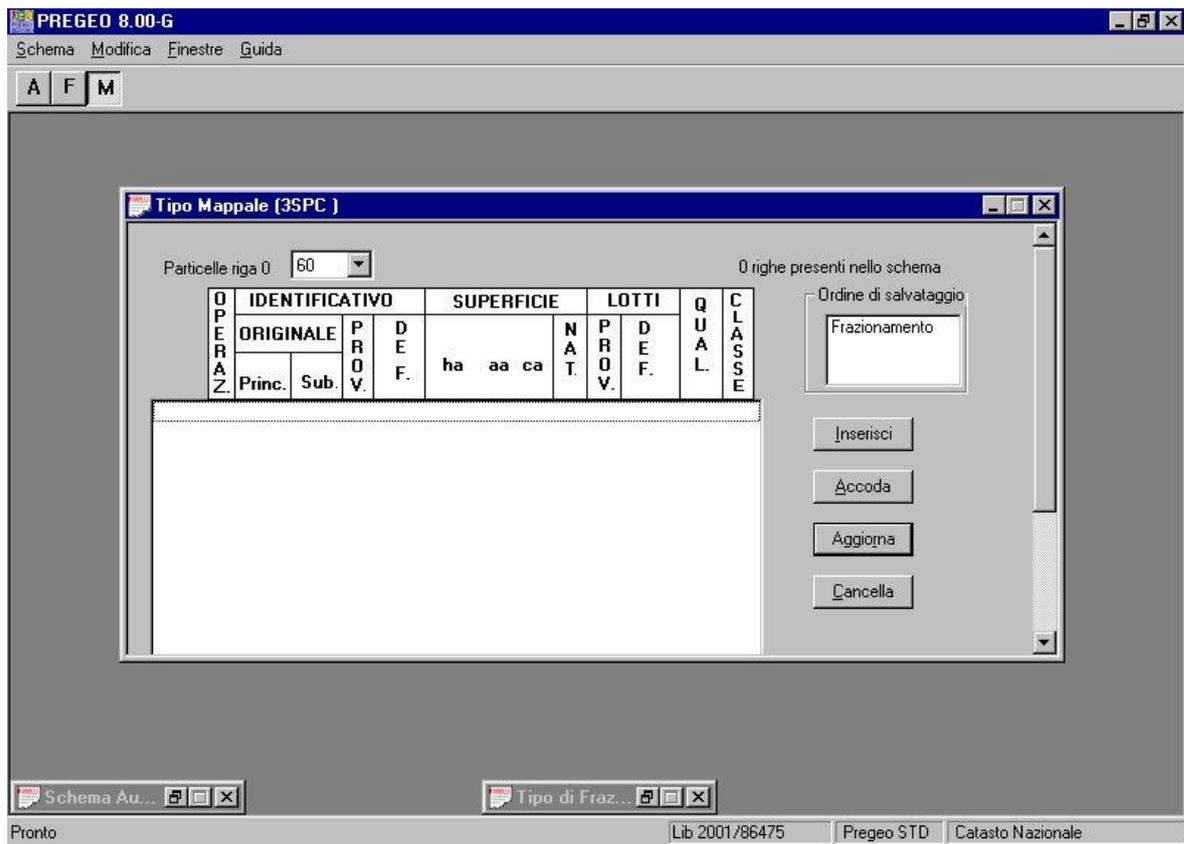

Fig. 25 – Schema di tipo Mappale
- **Schema di Tipo mappale** : viene compilato relativamente ai tipi di aggiornamento in cui almeno una delle particelle passa al CF (Fig. 25);